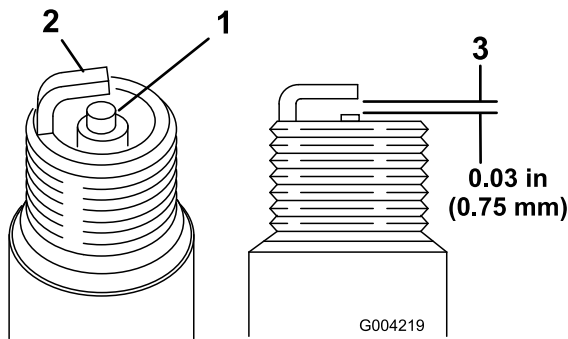

図 50
1. 中央の電極部を観察する (図 50)。絶縁体部がうす茶色や灰色なら適正、碍子が黒くなっているのは不完全燃焼である (エアクリーナの汚れが原因であることが多い)。
2. プラグの電極間のエア・ギャップ (図 50) を点検し、
3. 適正值から外れていれば外側の電極 (図 50) を曲げて調整する。